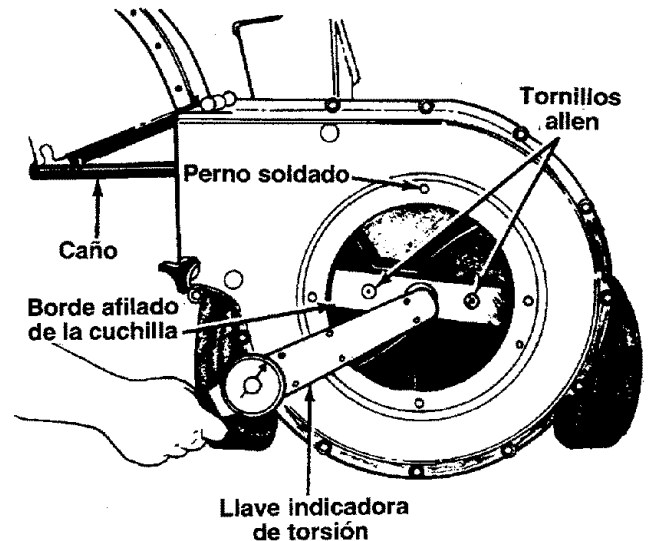

FIGURA 19.
Asegúrese de que ciertas cuchillas sean colocadas nuevamente en posición con el borde afilado enfrentando la dirección mostrada en la figura 19 (el borde afilado se arma hacia la abertura ranurada en el conjunto del impulsor).
- Baje el conjunto de la tolva. Tapone la cubierta. Vea la figura 19.